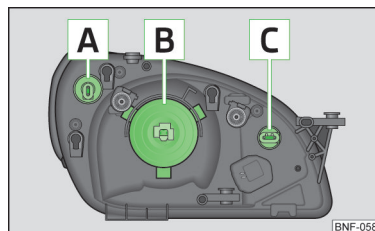
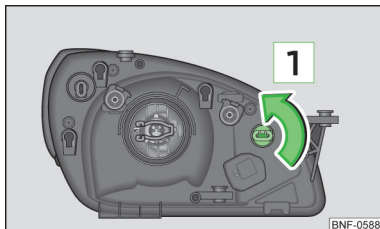
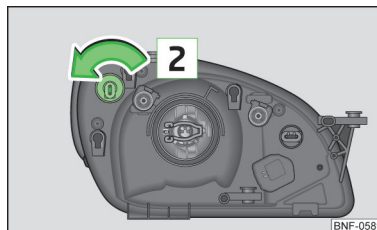

Bild 127
Bild 129
Bild 130
Placering av glödlampor » bild 127
- Lossa kontakten på glödlampans **B** » bild 127 på sidan 133.
- Vrid sockeln med glödlampans **C** » bild 127 på sidan 133 så långt det går i pilens riktning **1** » bild 129 och ta ut.
- Vrid sockeln med glödlampans **A** » bild 127 på sidan 133 så långt det går i pilens riktning **2** » bild 130 och ta ut.